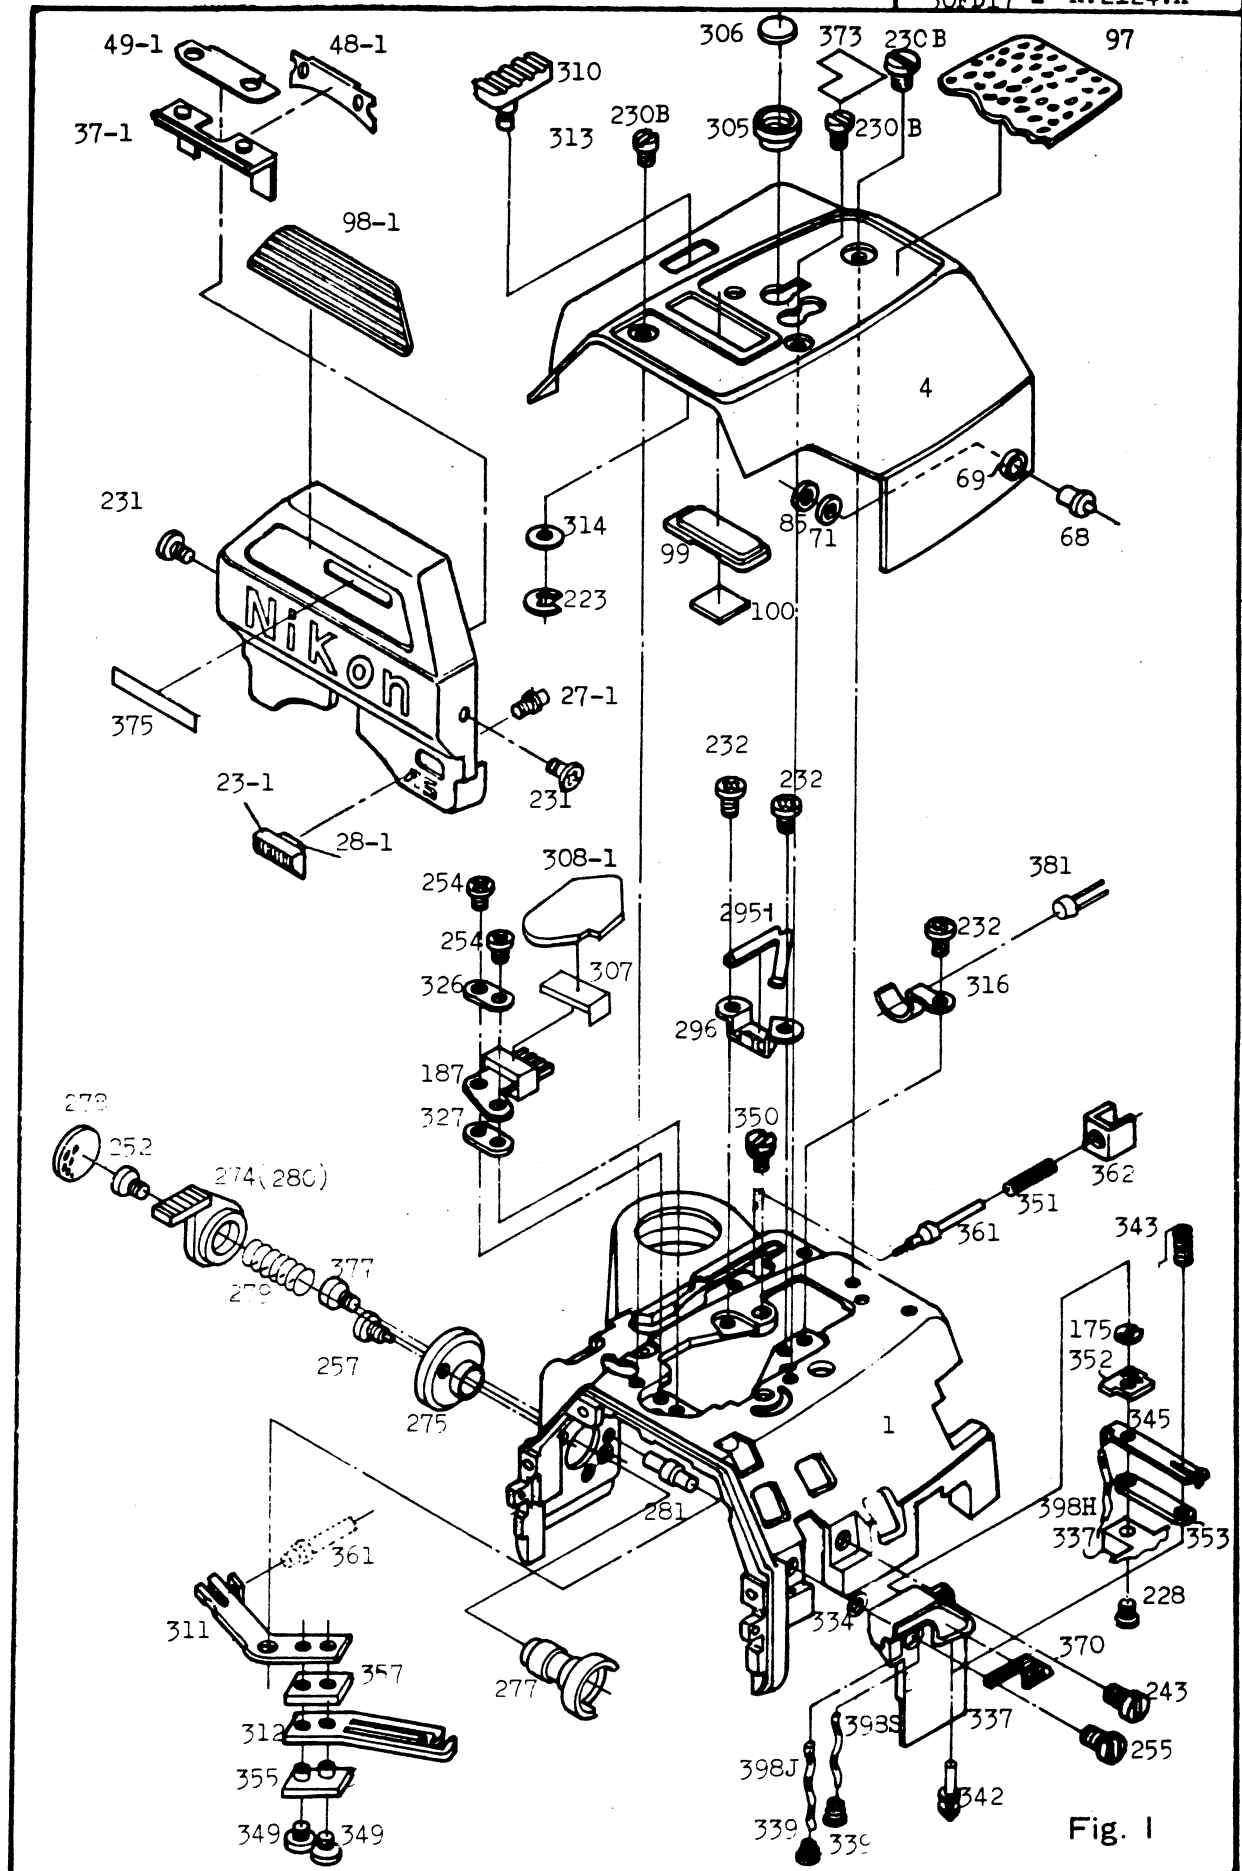

Fig. 1
7.3 Connector unit (Fig.1)
7. 3 コネクター部 (Fig. 1)